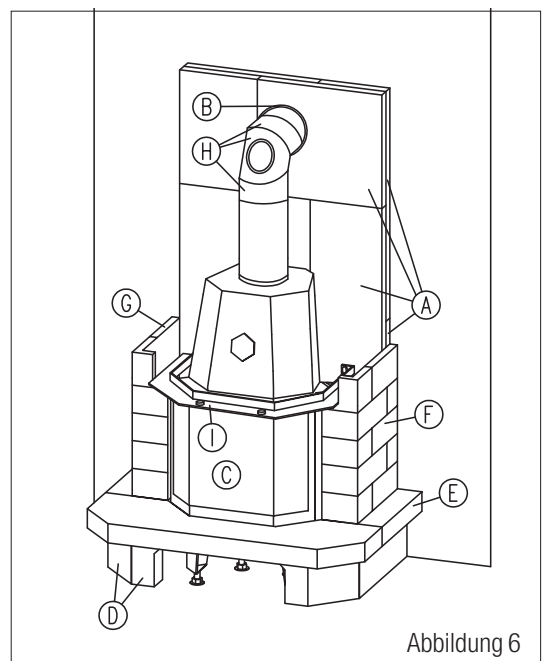

Abbildung 6
9.3 Stecken Sie Bogen und Rauchrohr zusammen und dichten Sie den Rauchrohrbogen mit Kesselkitt (gut durchrühren) an dem Rauchgasstutzen ein. Legen Sie dazu eine dünne Schicht Kesselkitt um den Stutzen. Auch alle Rauchrohrverbindungen untereinander und die Segmente der Rauchrohrbögen werden mit Kesselkitt abgedichtet. (Abb. 6)